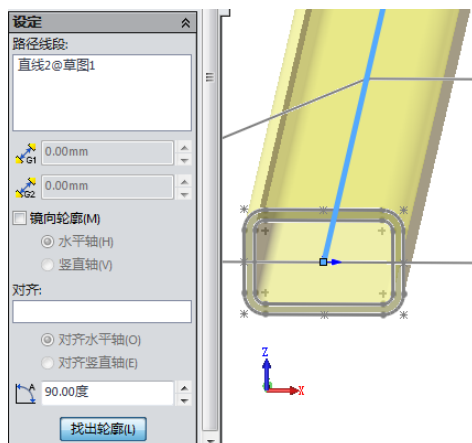

图 15-4 旋转结构构件
②在“结构构件”属性管理器中的“设置”栏中, 键入旋转角度数值 90, 旋转结构构件 90°, 如图 15-4 所示, 单击“确定”按钮.